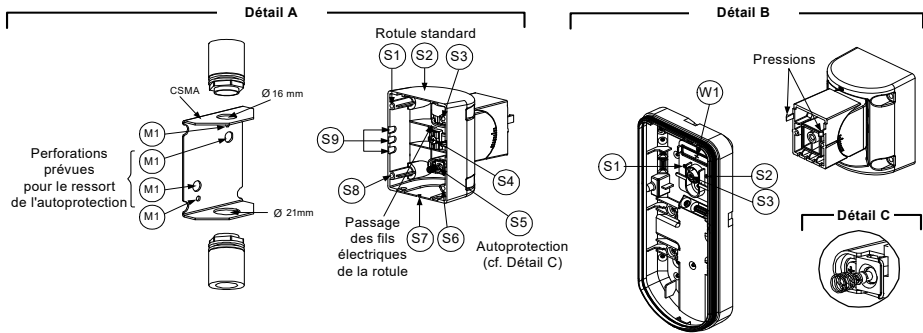

Figure 7
3. Percez les entrées pré-perçées du socle externe (Figure 7, Détail B)
4. Retirez de la rotule la pastille requise pour son branchement électrique S2, S7 ou S9 (Figure 7, Détail A).
5. Retirez l'autoprotection arrière du socle interne (cf. § "Changement de position de l'Autoprotection arrière") et reliez-la au point S5 (Figure 7, Détail A) de la rotule standard.
- a. Introduisez les fils électriques externes à travers les pastilles pré-perçées S2, S7 ou S9 et faites-les ressortir (y compris les fils de l'autoprotection) par le passage de la rotule prévu à cet effet (Figure 7, Détail B).
(à l'aide de l'adaptateur rotule métallique pour conduit - CSMA) (Figure 7, Détail A)
- Insérez les câbles externes et les fils électriques de l'autoprotection en partant du conduit et en passant par le passage de la rotule prévu à cet effet (Figure 7, Détail A).
Le ressort de l'autoprotection S5 (figure 7) doit toucher le mur à travers les entrées prévues à cet effet M2 ou M3 dans le CSMA. Assurez-vous d'entendre un "clic" venant de l'autoprotection lorsque vous l'accrochez au mur.
- Insérez les fils électriques de l'autoprotection ainsi que les câbles externes en partant de la rotule standard et en passant par la pastille pré-percée W1 du socle externe (Figure 7, Détail B).
9. Fixez le socle externe à la rotule à l'aide de deux vis passant par les pastilles pré-perçées S1 et S2 (Figure 7).
10. Introduisez la vis de fixation d'angle fournie en partant du socle externe et en passant par la pastille pré-perçée S3 de la vis de fixation d'angle, située sur le socle externe, pour atteindre la rotule standard (Figure 7).